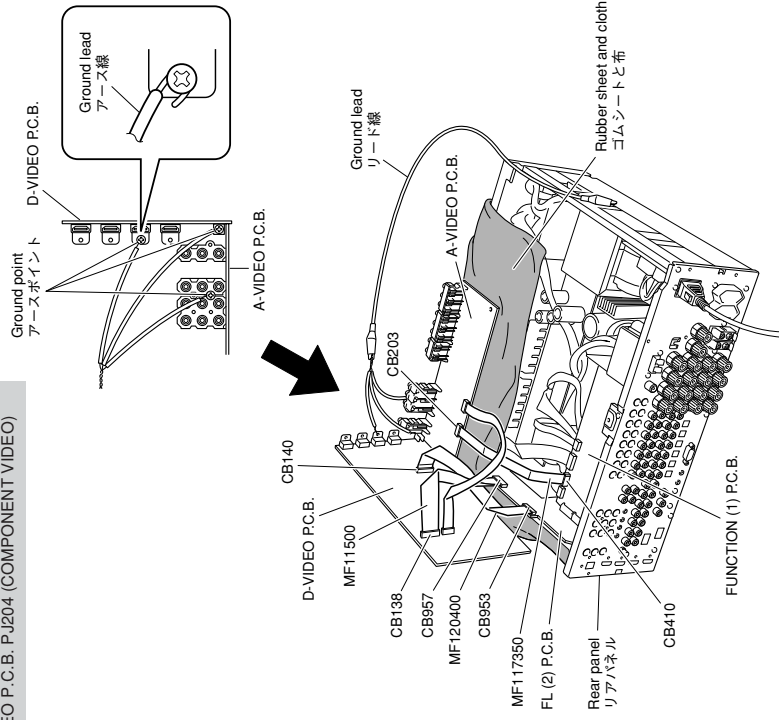

Fig. 6
- Put the rubber sheet and the cloth over the equipment. Then place the P.C.B.s upside down on the cloth and check it. (Fig. 6)
- In this unit, the ground of P.C.B.s shown below is connected to the rear panel. When these P.C.B.s are removed from the rear panel, connect the ground point to the rear panel or chassis, using a ground lead or such. (Fig. 6)
- 本機の上にゴムシートと布を敷き、その上にP.C.B.を裏返しに置いてチェックします。(Fig. 6)
- 本機ではP.C.B.のアースがリアパネルに接続されています。これらのP.C.B.をリアパネルより取り外した場合は、リード線等でアースポイントをリアパネルまたはシャーシに接続してください。(Fig. 6)